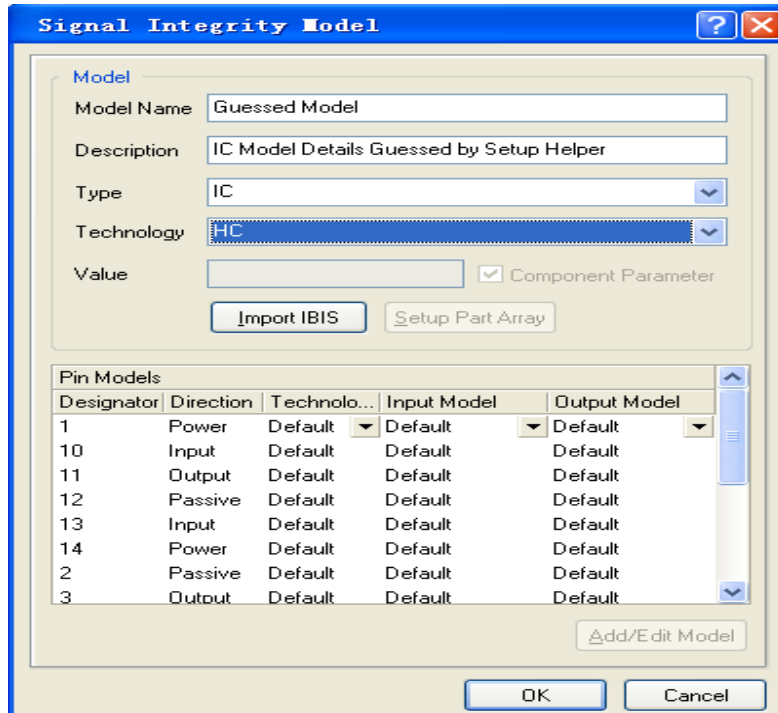

图 8
- 1、双击需要修改模型的器件（U1）的 Status 部分，弹出相应的窗口如图 8